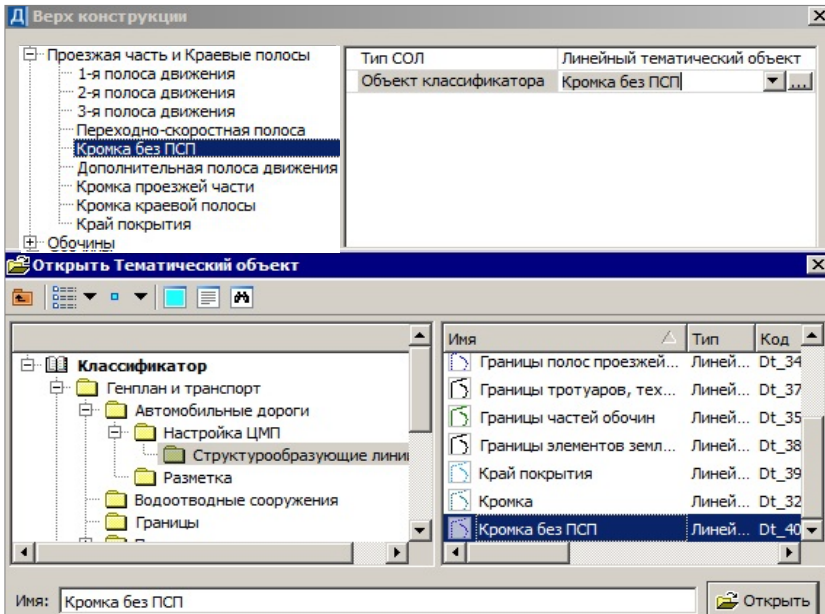

Рис. 24.6
- Настройка создания СОЛ по границам элементов дороги задана по умолчанию линейными тематическими объектами (ЛТО) классификатора (рис. 24.6).